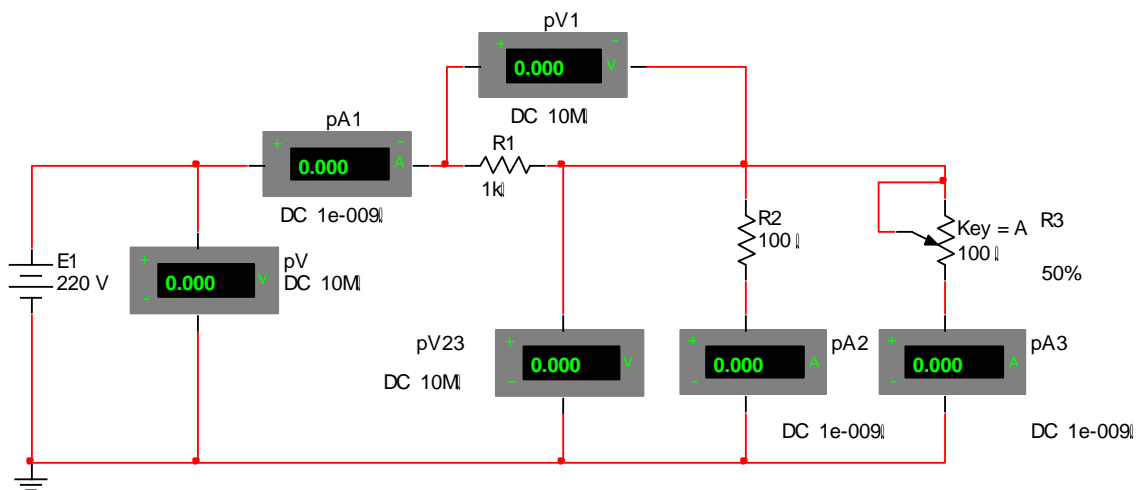

Рис. 1.6
4. Открыв файл 2.6, включите электрическую цепь по схеме рис. 1.6.